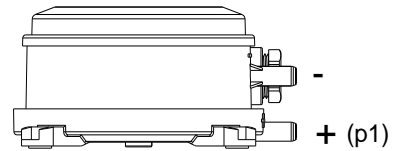

图 8
2. 软管连接。配件中提供了一条长 2m，内径 5.0mm 的塑料软管，可视现场情况裁减使用。建议用尽可能短的软管，连接上述采样头和开关体上的压力接口。高压端接到“+”或“P1”口，位于开关体的底部。低压端接到“-”口，位于开关体的中部，如图 8。